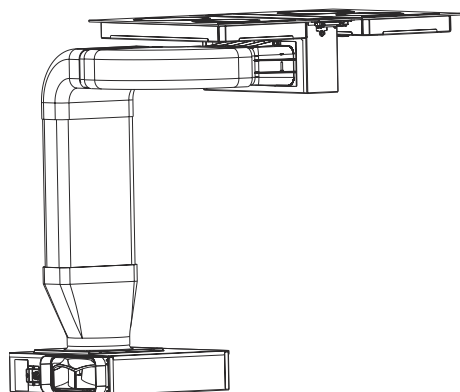

Fig. 22
12. Anslut nu utsugskanalen och slutför installationen. (Fig. 22).